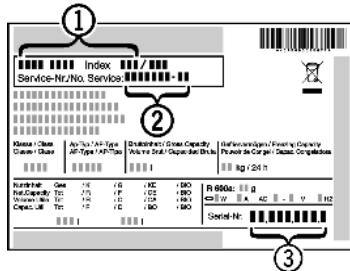

Fig. 10
- Ierīces nosaukumu Fig. 10 (1), servisa Nr. Fig. 10 (2) unsērijas Nr. Fig. 10 (3) nolasiet no datu plāksnītes. Datu plāksnīte atrodas ierīces iekšpusē pa kreisi.
- Informējiet tehniskās apkopes dienestu un paziņojiet par bojājumu, ierīces nosaukumu Fig. 10 (1), servisa Nr. Fig. 10 (2) un sērijas Nr. Fig. 10 (3).